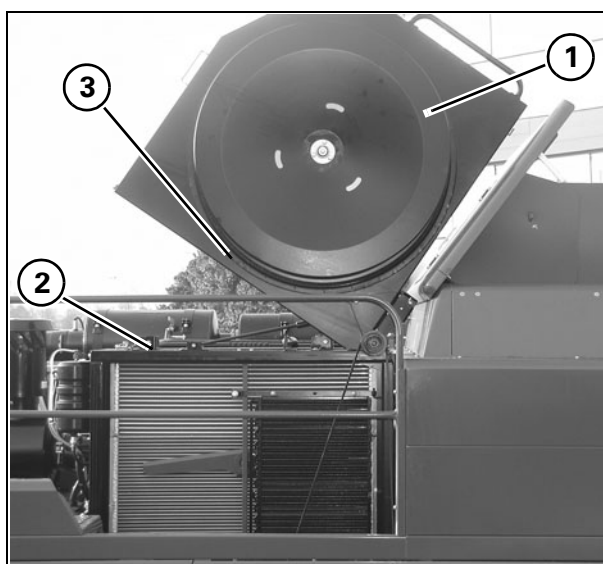
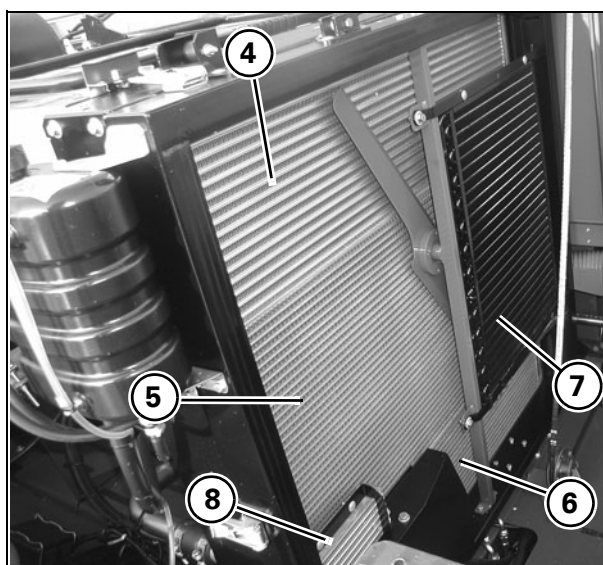

Рис. 31
Рис. 32
24.) РАДИАТОРЫ - Рис. 31 и Рис. 32